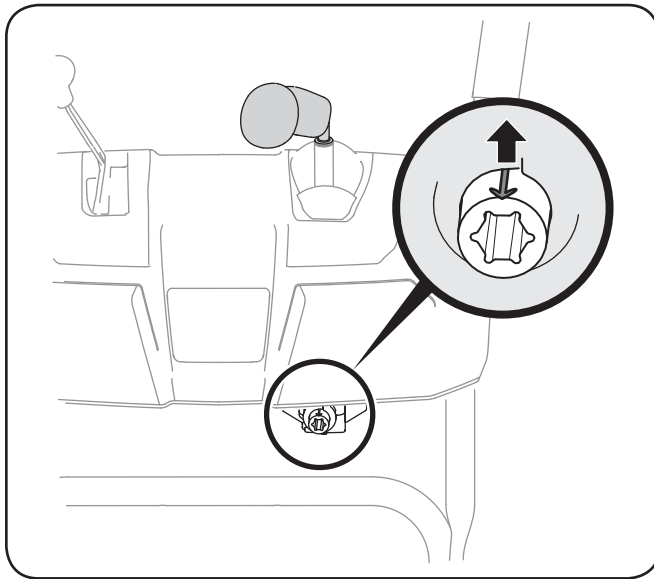

Figura 3-7
5. Gire la palanca de control hasta que la flecha indicadora plateada en el engranaje del piñón por debajo del panel de control señale hacia arriba. Vea la Figura 3-7.